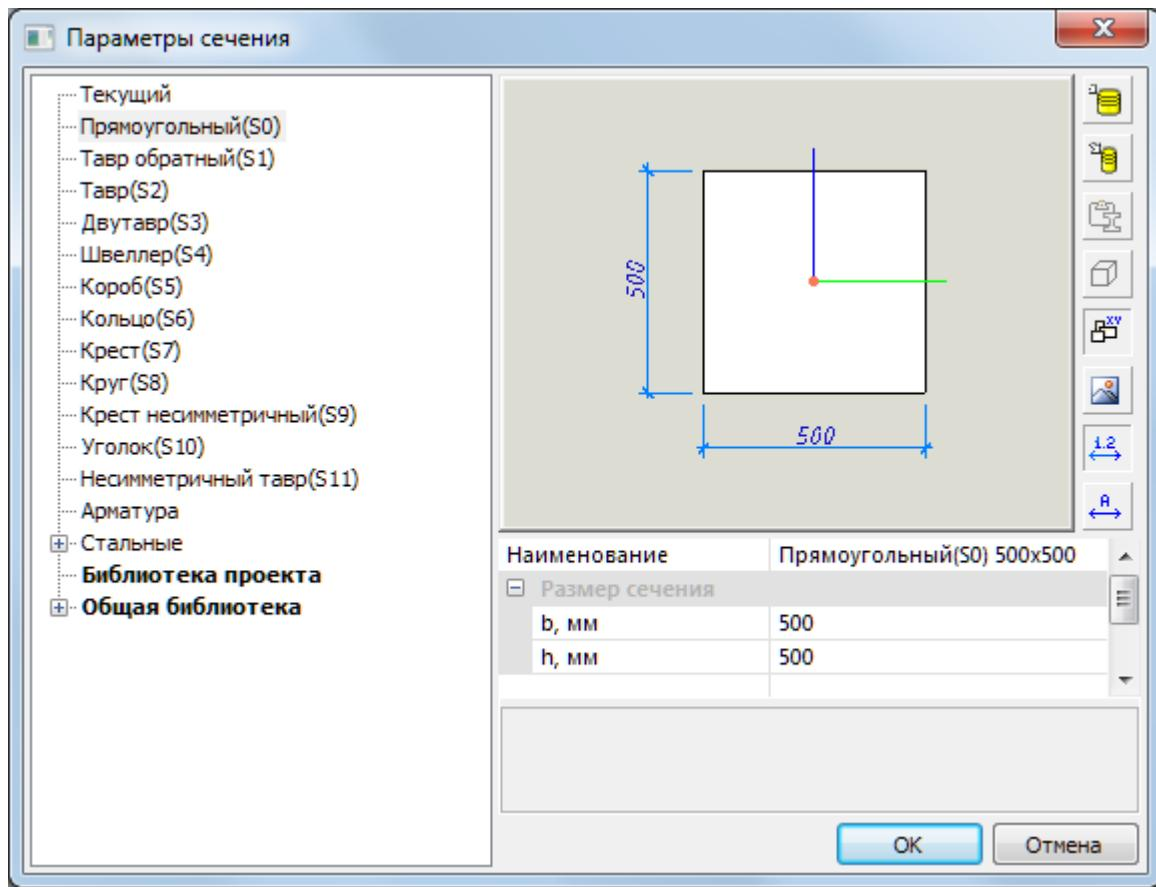

Рис.3.4 Диалоговое окно **Параметры сечения**
- Вызовите диалоговое окно **Параметры сечения** (рис.3.4) щелчком по кнопке в строке свойств инструмента Балка.